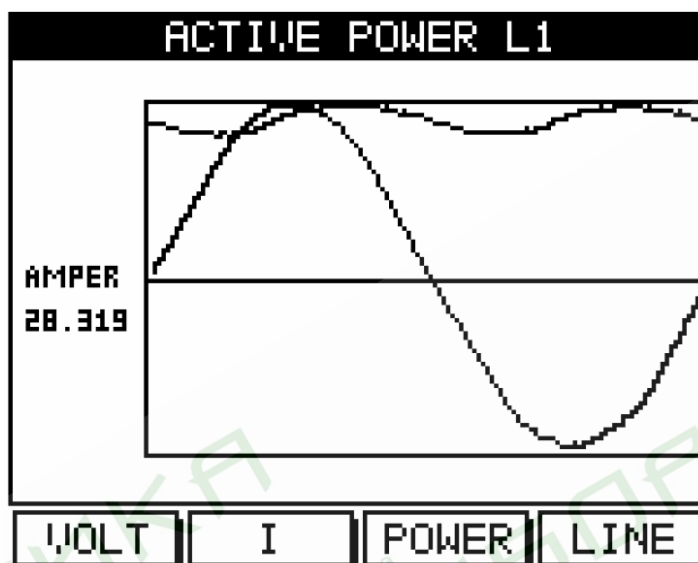

Рис. 32
1. Нажмите «Power» (F3). На дисплей будет выведен график активной мощности (рис. 32):